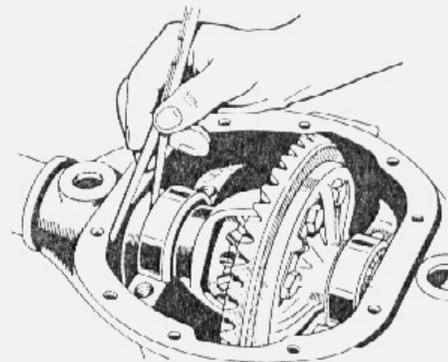

fig. 8 — folga entre a capa do rolamento e a carcaça
- Forçar o conjunto todo para um lado. Medir a folga entre a capa do rolamento e a carcaça com um calibrador de lâminas, como indica a (fig. 8).